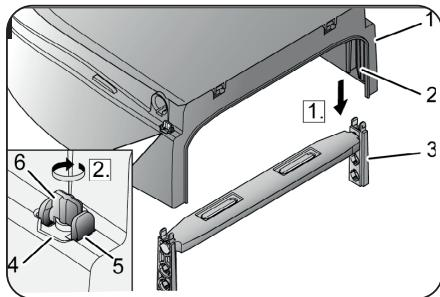

Abb. 7
1. Setzen Sie den Korpus (1, Abb. 7) der Toilettensitzerhöhung so auf das Toilettentricht, dass die Höhenstützen (3, Abb. 7) in die Führungen (2, Abb. 7) am Korpus gleiten.
2. Drücken Sie den Korpus nach unten, bis die Höhenstützen einrasten. Sie müssen anschließend die grauen Rastnasen (5, Abb. 7) in der Öffnung (4, Abb. 7) am Korpus sehen können.
3. Drehen Sie die rote Verriegelung (6, Abb. 7) um 90°. Die Rastnasen werden dadurch gesichert. Drehen Sie dabei die linke Verriegelung im Uhrzeigersinn und die rechte Verriegelung entgegen dem Uhrzeigersinn.